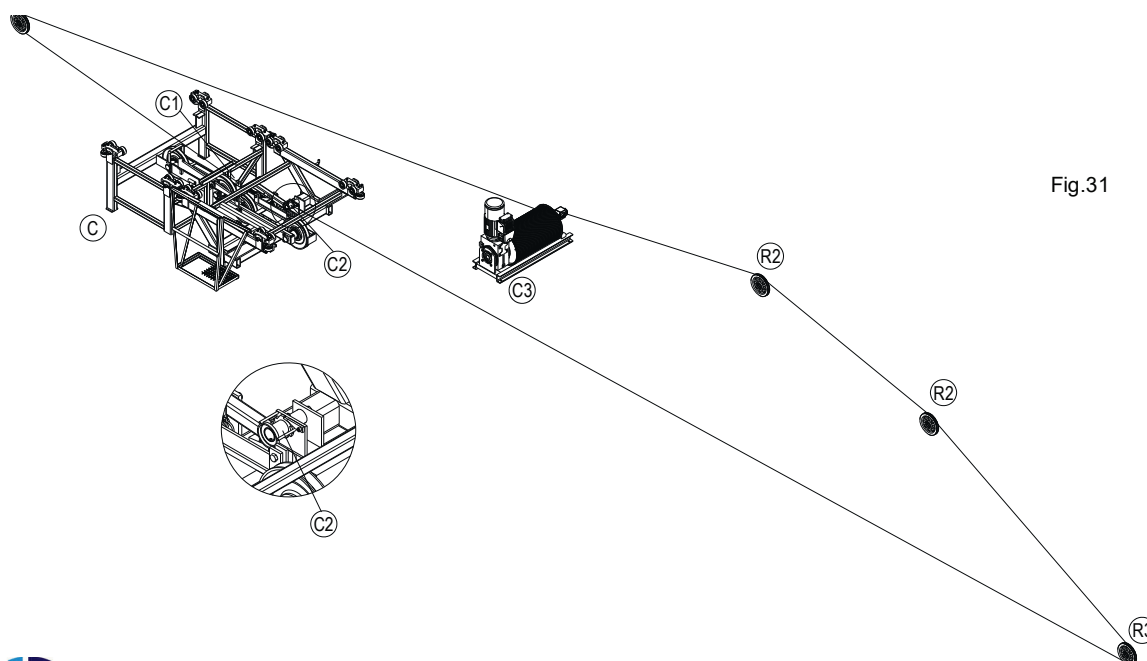

Fig.31
O outro cabo do carrinho encontra-se montado de fábrica.(ver Fig.31).
L'autre câble du chariot est installé en usine (voir Fig. 31).
2.4.12. Esticar o cabo do carrinho, fazendo um movimento do carrinho até à ponta da lança e retornando ao princípio, por forma a acamar os cabos no tambor. Esticar o cabo (ver pág.29 Fig.31 C2). Repetir a operação descrita mais duas vezes.
2.4.12. Tendez le câble du carton en déplaçant le chariot vers l'extrémité de la flèche et revenez au début pour attacher les câbles au tambour. Tendez le câble (voir p.29 Fig.31 C2). Répétez l'opération décrite deux fois de plus.